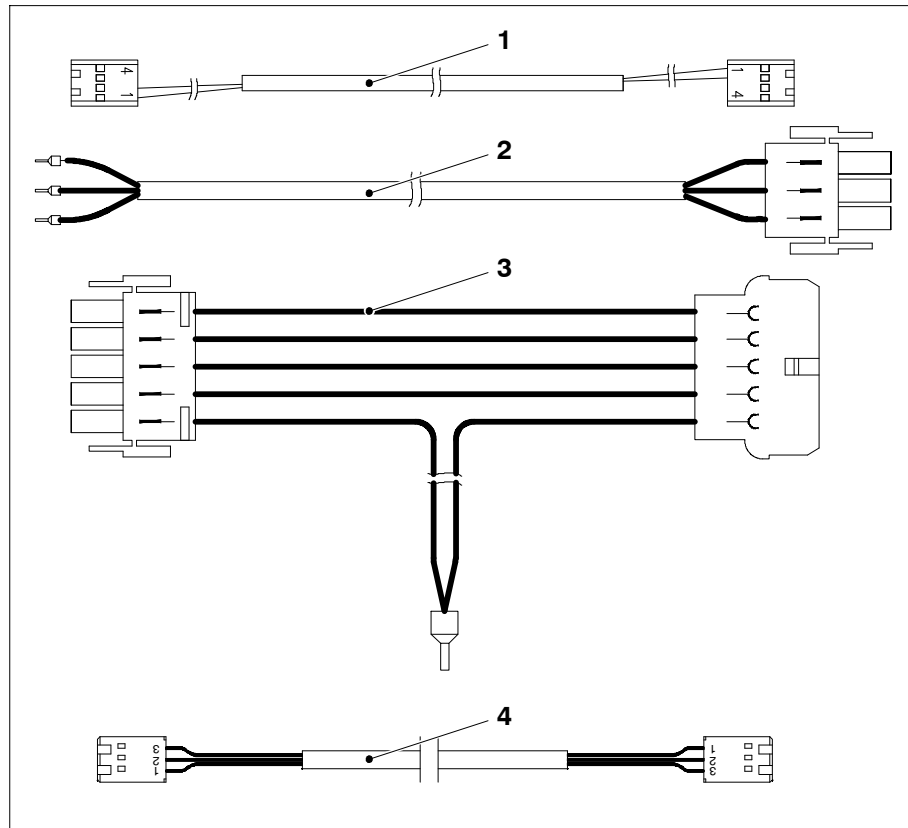

Bild 2 Lieferumfang Anschlusskabel Solar-Laderegler LRM 1218
- ▶ 1. Den Elektroblock mit dem Kabel X (Anschlusskabel EBL ... (Ladeströme Batterien), Abb. 2, Pos. 2) anschließen.
- ▶ 2. Den Elektroblock mit dem Kabel Y (Signale für Anzeige Ladeströme auf DT ... / LT ..., Abb. 2, Pos. 1) anschließen.